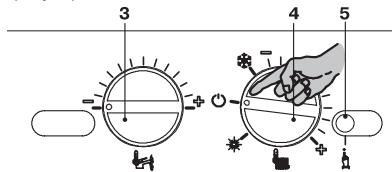

Рисунок 6.5
- Выключите котел, установив переключатель функций 4 в положение (см. Рисунок 6.5).